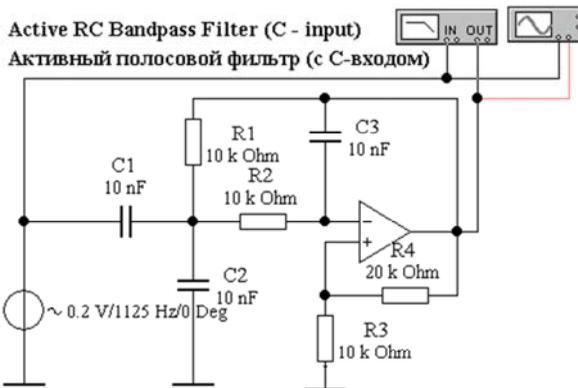

Рис. 9.4. Активный полосовой фильтр с C-входом (файл **banda3.ewb**)
5. Исследовать активный полосовой фильтр с C-входом (файл **banda3.ewb**, рис. 9.4).